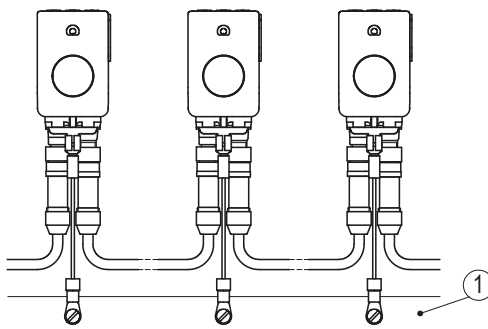

Abb. 7: PE-Schiene
Zum Schutz vor Störungen müssen die Schirme der Signalleitungen und Netzleitung beidseitig angeschlossen werden. Potentialunterschiede führen zu unzulässigen Strömen auf dem Schirm. Den PE Anschluss ③ zwischen den Anschlusssteckern auf das Schutzleiterpotential legen (siehe Abb. 6). Verwenden Sie dazu 6.3 mm Flachstecker mit kurzer Litze 2.5 ... 4 mm2 (nicht im Lieferumfang). Bei mehreren Positionsanzeigen wird empfohlen die Erdung auf eine PE-Schiene ① anzuschließen (siehe Abb. 7).